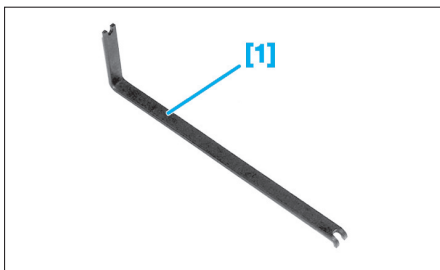

Fig. 25
- [1]. Outil de désaccouplement tuyaux circuit pneumatique diamètre Ø 4 mm (réf : 1001-A) (Fig.25).